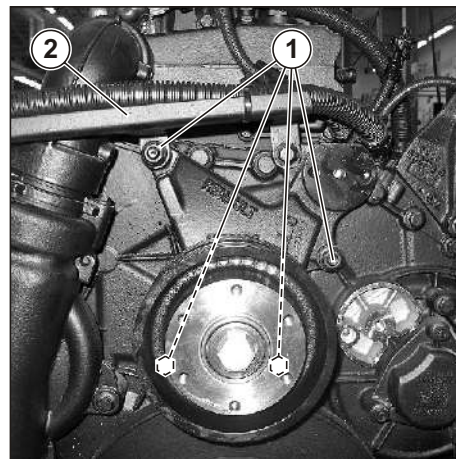

Рис. 11. Снятие привода вентилятора.
3.7. Снятие привода вентилятора. (см. Рис. 11)